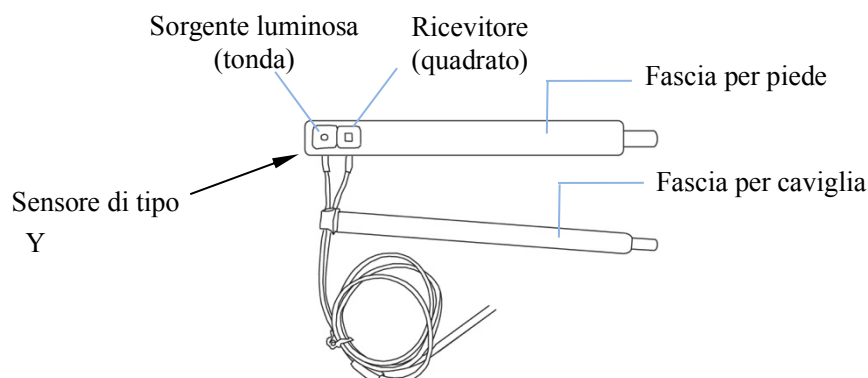

Figura 3.10 Posizionamento del sensore SpO₂ per neonati
3. Se si usa il sensore SpO₂ per neonati, collegarlo come mostrato in figura 3.10.